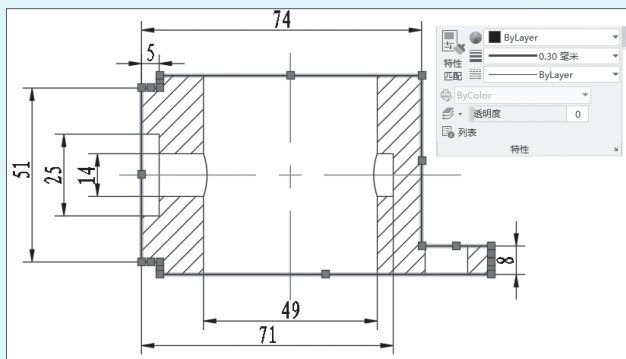

图 2-84
**步骤 04** 在“特性”选项组中单击“线宽”下拉按钮，选择0.30毫米线宽选项，将其应用于零件外轮廓线上，如图2-84所示。